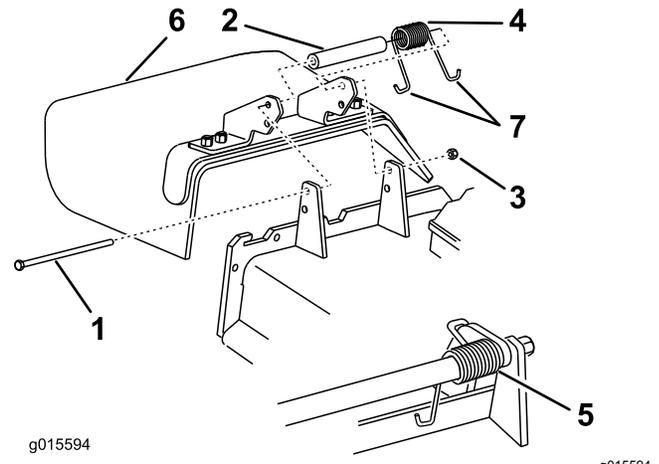

Figure 111
1. Retirez le contre-écrou, le boulon, le ressort et l'entretoise qui fixent le déflecteur aux supports de pivot (Figure 111).
2. Enlevez le déflecteur s'il est endommagé ou usé (Figure 111).
Remarque: Prenez soin de placer 1 extrémité en J du ressort derrière le bord du tablier avant de mettre le boulon en place, comme montré à la Figure 111.
6. Accrochez l'extrémité en J du ressort au déflecteur d'herbe (Figure 111).